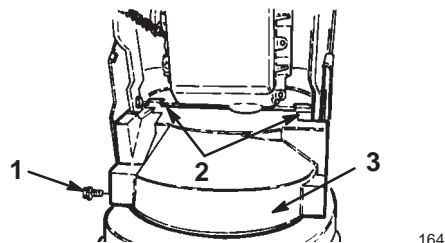

**Bild 3**
8. Verschieben Sie den Verriegelungsarm, damit die Achse freigegeben wird (Bild 3).
9. Ziehen Sie an der Achse nach oben, wobei der Verriegelungsarm zurück gehalten werden muss (Bild 3).
10. Ziehen Sie die Achse weiter nach vorne, bis die Verriegelungsstange einrastet (Bild 3).